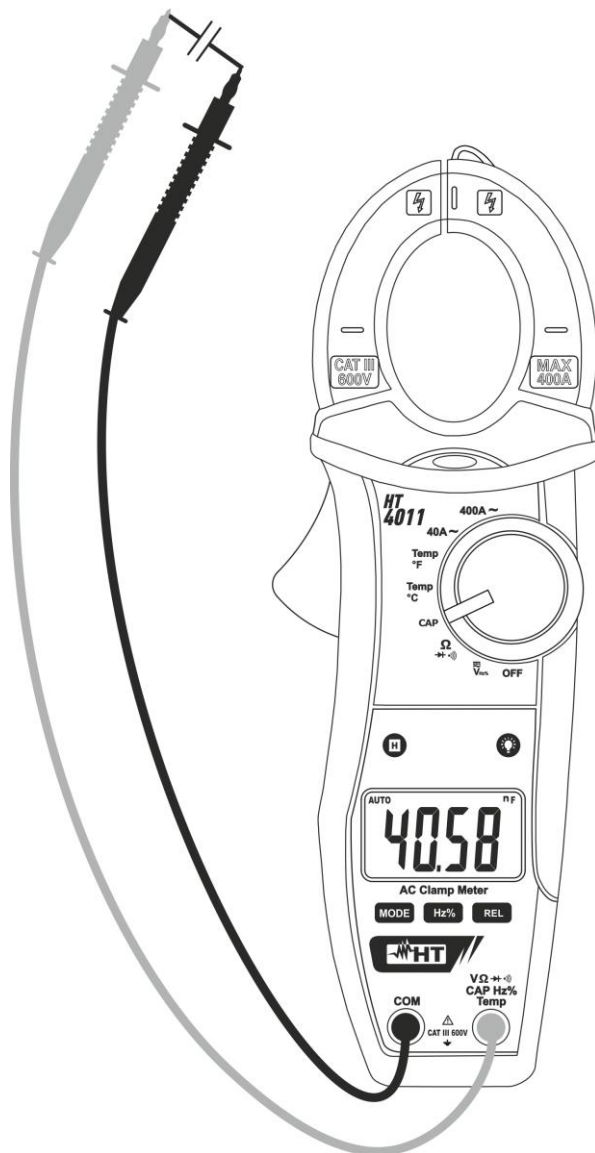

Fig. 8: Uso da pinça para Medição de Capacidades
3. Colocar as ponteiros nos pontos pretendidos do circuito em exame (ver Fig. 8). O valor da capacidade será apresentado no display.